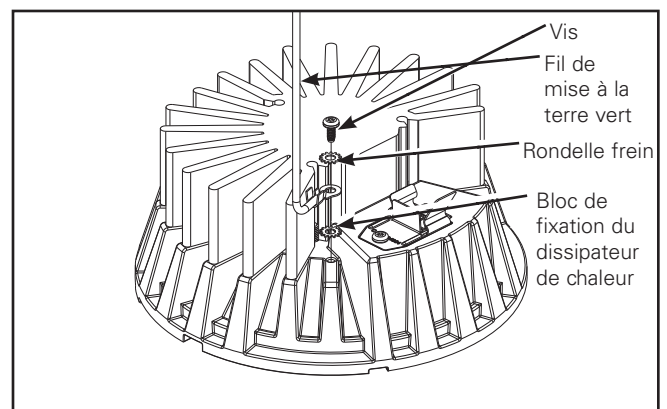

Figure 13.
6. Repérez le câble d'attache vert à l'intérieur du cylindre et fixez-le au dissipateur thermique à l'aide de la vis et de la rondelle contenues se trouvant dans l'enveloppe fixée au câble d'attache. (Figure 13).